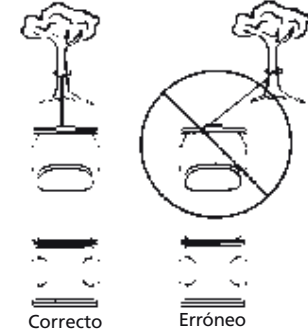

Figura 6
- EVITE REALIZAR TIROS CONTINUOS DESDE ÁNGULOS EXTREMOS, ya que esto hará que el cable metálico se enrolle más en un extremo del tambor (figura 6). Esto puede atascar el cable metálico en el cabrestante y provocar daños en el cable mismo o en el cabrestante.